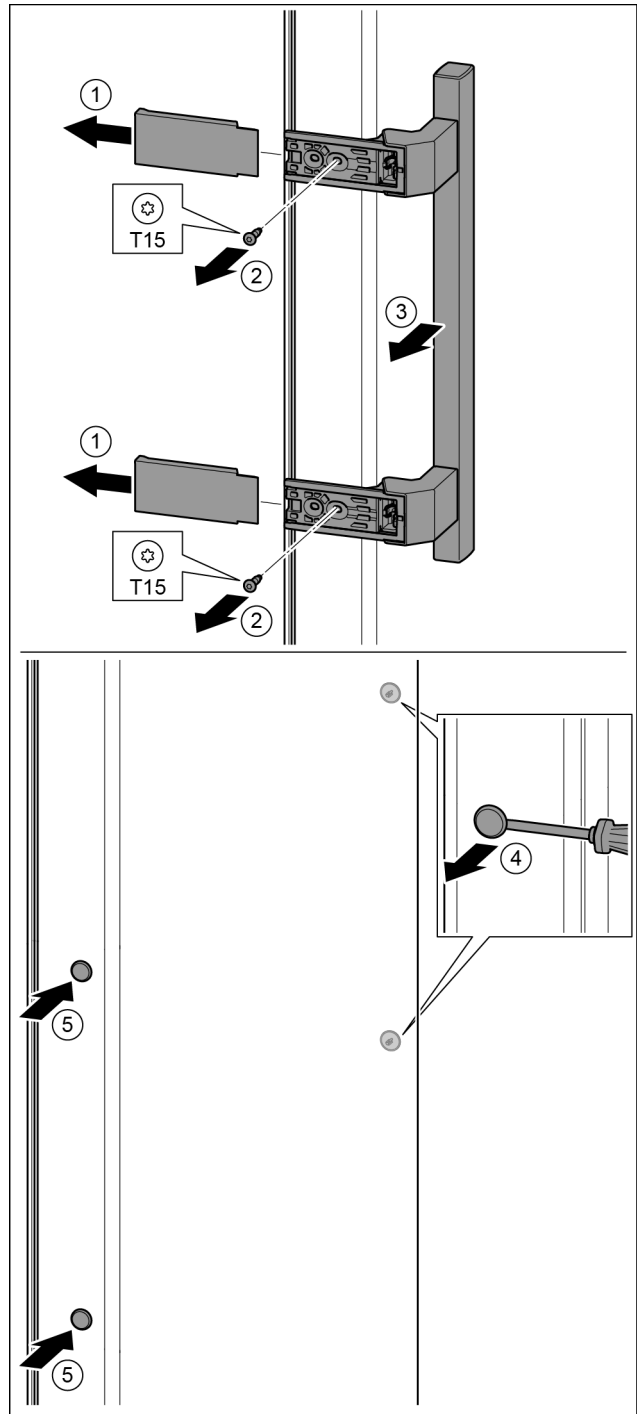

Fig. 36
- ▶ Abdeckung abziehen. Fig. 36 (1)
- ▶ Schrauben mit Schraubendreher T15 herausdrehen. Fig. 36 (2)
- ▶ Griff abnehmen. Fig. 36 (3)
- ▶ Seitlichen Stopfen vorsichtig mit einem Schlitzschraubendreher anheben und herausziehen. Fig. 36 (4)
- ▶ Stopfen auf der anderen Seite wieder einsetzen. Fig. 36 (5)